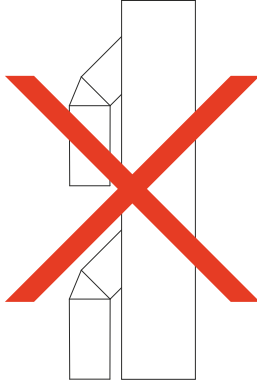
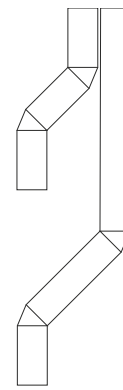

Figura 3
Figura 4
- La salida de humos no debe ser compartida con otra, ver *figura 3*. Se debe separar a lo largo de toda su longitud y tener su propio tiro de chimenea independiente, ver *figura 4*.